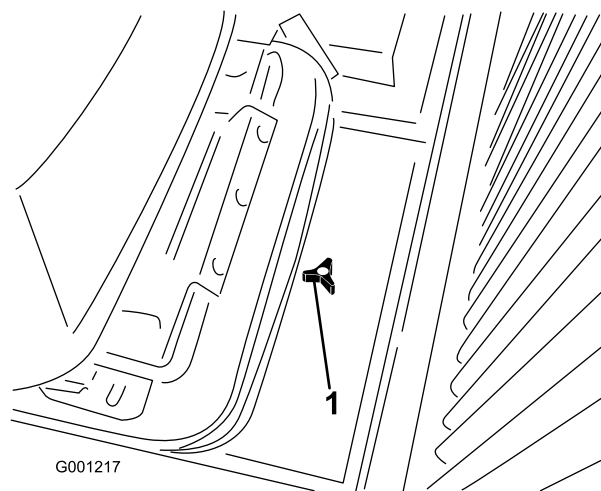

Figure 32
1. Desserrez le bouton et déposez le couvercle d'accès derrière la plaque de montage du siège (Figure 32).